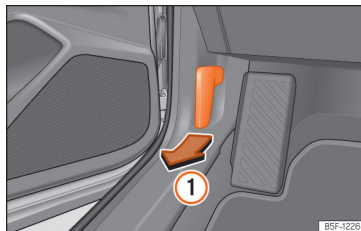

Fig. 223 Trageți de maneta din zona picioarelor șoferului.
- Deschideți ușa și trageți de maneta aflată sub panoul de instrumente » » » fig. 223 ①.